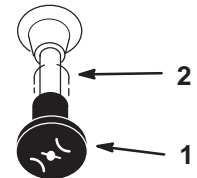

Figure 12
7. Lorsque le moteur a démarré, amenez progressivement la manette de starter en position hors service (Fig. 12). Si le moteur cale ou hésite, ramenez la manette de starter à la position en service pendant quelques secondes. Réglez ensuite le levier d'accélérateur à la position voulue. Répétez l'opération si nécessaire.